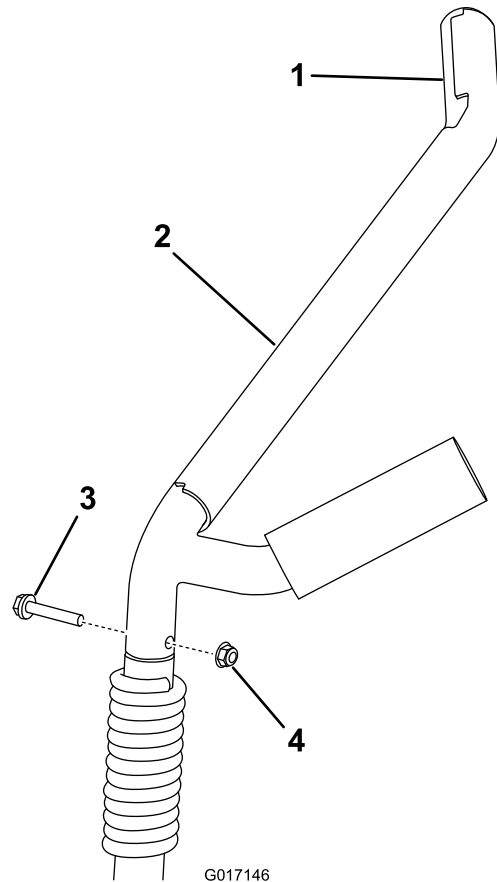

Figura 7
1. Retire el perno y la tuerca y desmonte los 2 soportes existentes (Figura 7).